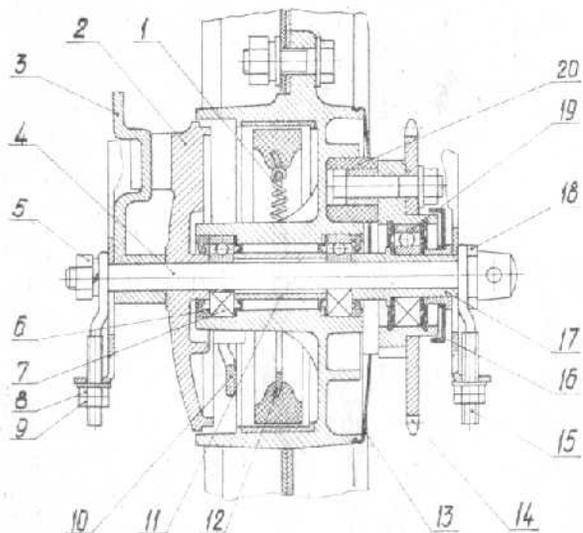

Рис. 8. Втулка заднего колеса.
- ослабьте гайки заднего колеса 5 и 18 (рис. 8);